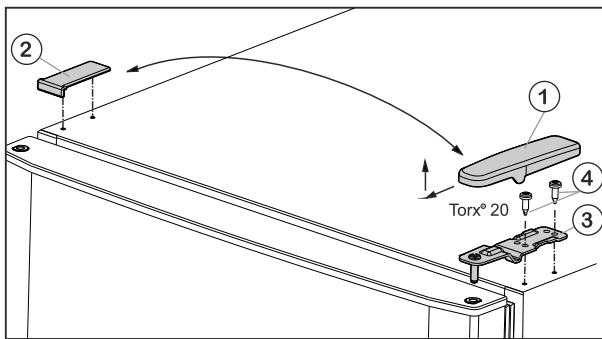

Fig. 5
- ▶ Kryt Fig. 5 (1) odoberte smerom dopredu a hore.
- ▶ Kryt Fig. 5 (2) nadvihnite.
- ▶ Hornú ložiskovú konzolu Fig. 5 (3) odskrutkujte (2 krát Torx® 20) Fig. 5 (4) a odoberte smerom hore.
- ▶ Vrchnú ložiskovú konzolu Fig. 5 (3) nasadťte na novej strane závesu do dverí.
- ▶ Hornú ložiskovú konzolu **pevne (pomocou krútiaceho momentu 4 Nm)** priskrutkujte (2x Torx® 20) Fig. 5 (4). V prípade potreby použite akumulátorový skrutkovač.
- ▶ Kryt Fig. 5 (1) nasadťte na opačnú stranu zvonka a zaklapnite.
- ▶ Kryt Fig. 5 (2) nasadťte vždy na opačnú stranu zhora a zaklapnite.